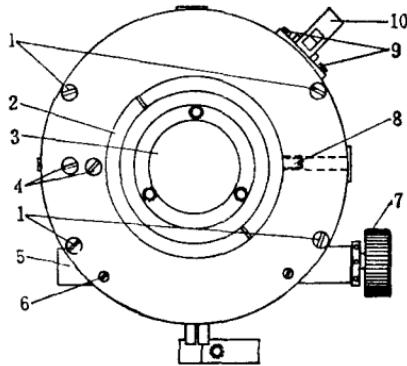
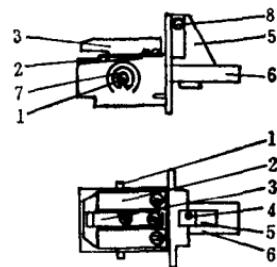

图 1-5 仪器上部仰视图
图 1-6 复测机构夹具座
1) 为了避免在拆卸过程中损坏复测机构，先将复测机构的夹具（图1-5之10）打开，旋去座上的四个固连螺丝（图1-5之9），把复测机构夹具座拆下。图1-6所示即取下的复
在拆卸复测机构的夹具座时，先旋去夹具座上扣住机轴的止头螺丝(图1-6之4)，将扣住机轴(图1-6之8)拆下，并取下扣住机(图1-6之5)和内面的弹簧；然后撬去夹具扳手轴一端的防脱卡片(图1-6之7)，将扳手轴(图1-6之1)从另一端抽出后，即可将扳手(图1-6之6)从夹具中取出。如进一步拆卸弹性铜片下面的活动顶头时，则须旋去顶板(图1-6之3)和弹性铜片(图1-6之2)的固连螺丝，即能将顶板和弹性铜片取下，并可用起子从夹具扳手的安装孔中将活动顶头向上撬出。
3) 为了便于以后安装，先在照准部和度盘盒的接缝处用铅笔划一条骑缝直线(图1-2C之26)作为安装记号，然后再旋去盒底的四个固连螺丝(图1-5之1)。此时照准部与水平度盘之间已无联系，随时有脱离开的可能，因此须用左手握住照准部支架，右手握住竖轴轴套(图1-5之3)，右手的拇指和食指分开，虎口紧贴度盘盒底，使盒与度盘之间位置保持不变，很平衡地将水平度盘连盒一起取下。
- 2) 旋松微动螺旋弹簧座的一个止头螺丝(图1-5之6)，将弹簧座(图1-5之5)旋下。